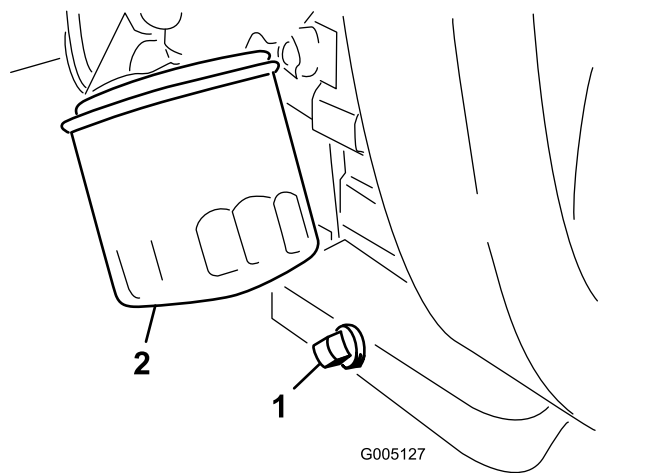

Figura 30
1. Remova o bujão de drenagem (Figura 30) e deixe o óleo escoar para uma bandeja coletora.
2. Limpe a rosca do bujão de drenagem, aplique fita veda-roschas PTFE, e instale o bujão de drenagem (Figura 30).
3. Remova o filtro de óleo (Figura 30).